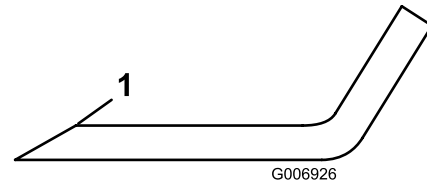

Figura 102
5. Inspectai marginile de tăiere ale tuturor lamelor. Ascuii marginile de tăiere dacă sunt tocite sau ciupite. Ascuii numai partea superioară a marginii de tăiere i meninei unghiul de tăiere iniial pentru a vă asigura că este ascuită (Figura 102).
6. Dacă este tocită sau ciupită, ascuii doar marginea de tăiere superioară, meninând unghiul de tăiere iniial (Figura 102).